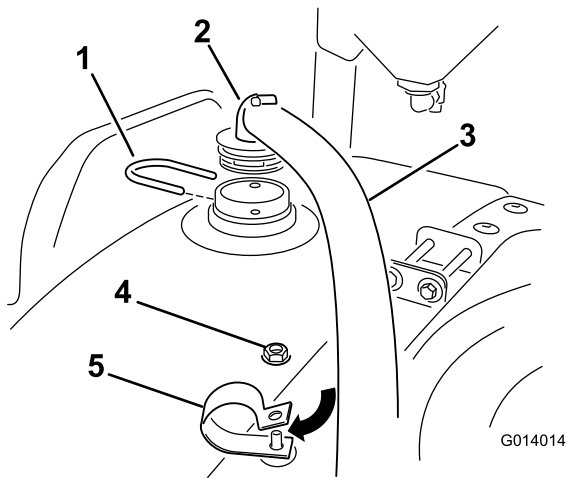

Рисунок 19
2. Установите конец шланга с фитингом 90° на ранее установленный переходной штуцер с помощью крепежной вилки (Рисунок 19).